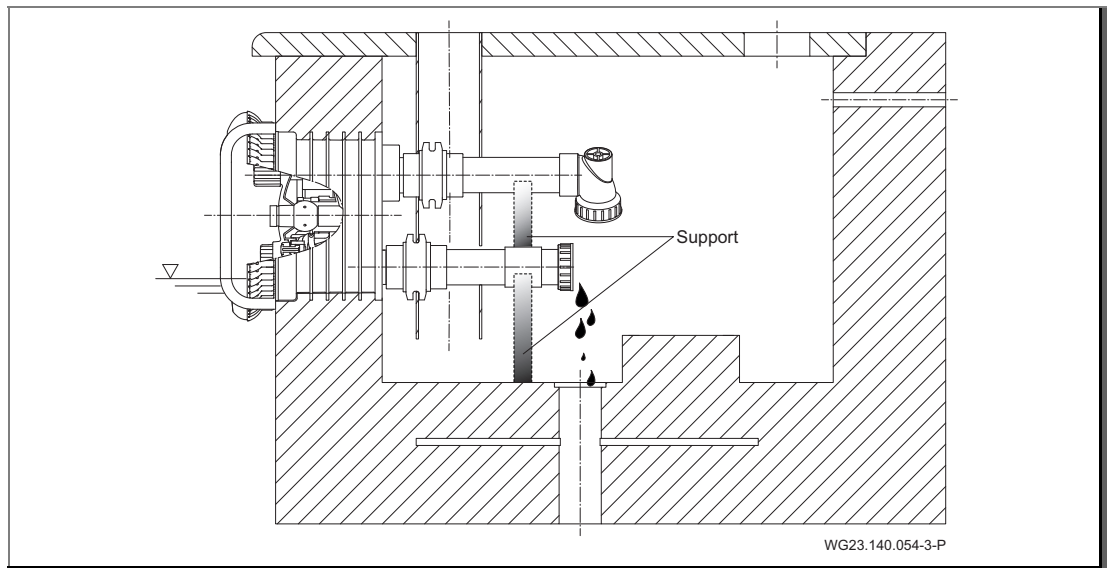

Fig. 27
- 3. Soulager les tuyauteries d'aspiration et de refoulement par des supports. Voir "Fig. 27".